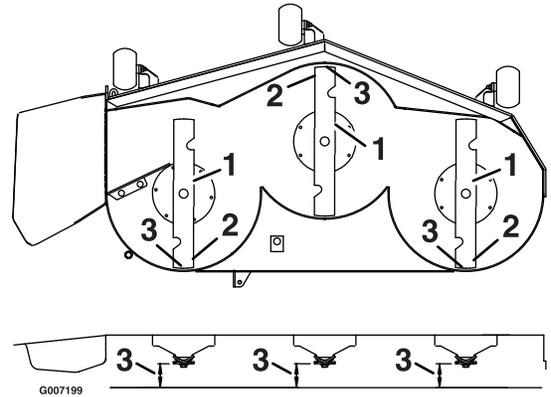

Figura 63
3. Gire cuidadosamente las cuchillas colocándolas en el sentido de avance de la máquina (Figura 63).
4. Mida entre la punta de la cuchilla delantera y la superficie plana y entre la punta de la cuchilla trasera y la superficie plana (Figura 63). Si la punta de la cuchilla delantera no está entre 1.6 y 7.9 mm (1/16 y 5/16 pulg.) más baja que la punta de la cuchilla trasera, vaya al procedimiento Nivelación de la carcasa de corte.